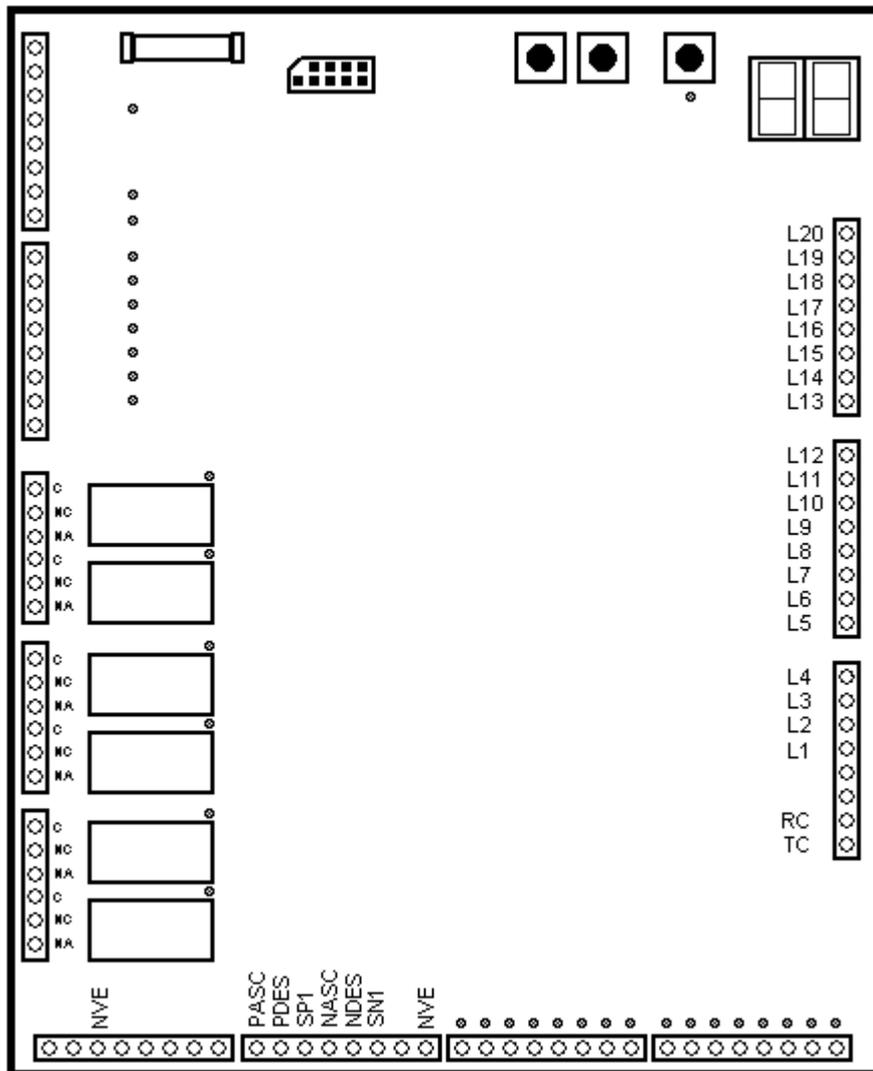
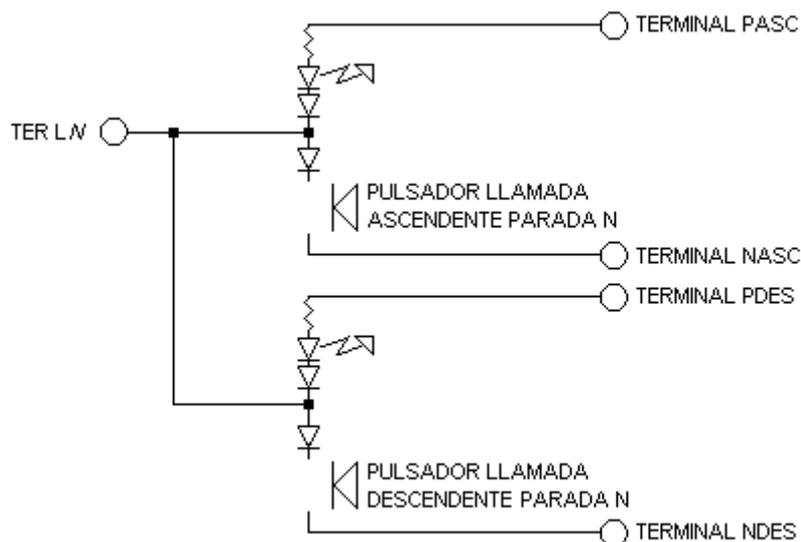

Figura 18
Figura 19
- O pulsador de chamada ascendente da parada *N* deve-se ligar ao terminal LN (Figura 18), e aos terminais PASC e NASC (Figura 19)
- O pulsador de cabina descendente do pavimento *N* deve-se ligar ao LN, e aos terminais PDES e NDES (Figura 19).
No circuito da Figura 19, os LEDs de registro ativos cintilam. Para eliminar esta cintilação, podem se ligar os LEDs de registro conforme figura Figura 9.